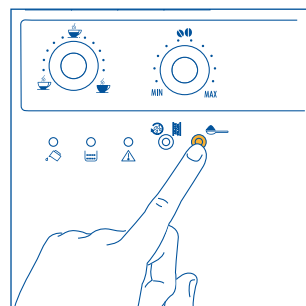

Fig.18
1. Premere il tasto ☞ per selezionare la funzione caffè pre-macinato (fig. 18). La spia all'interno del tasto si accende per indicare che la funzione è stata selezionata ed è stato escluso il funzionamento del macinacaffè.